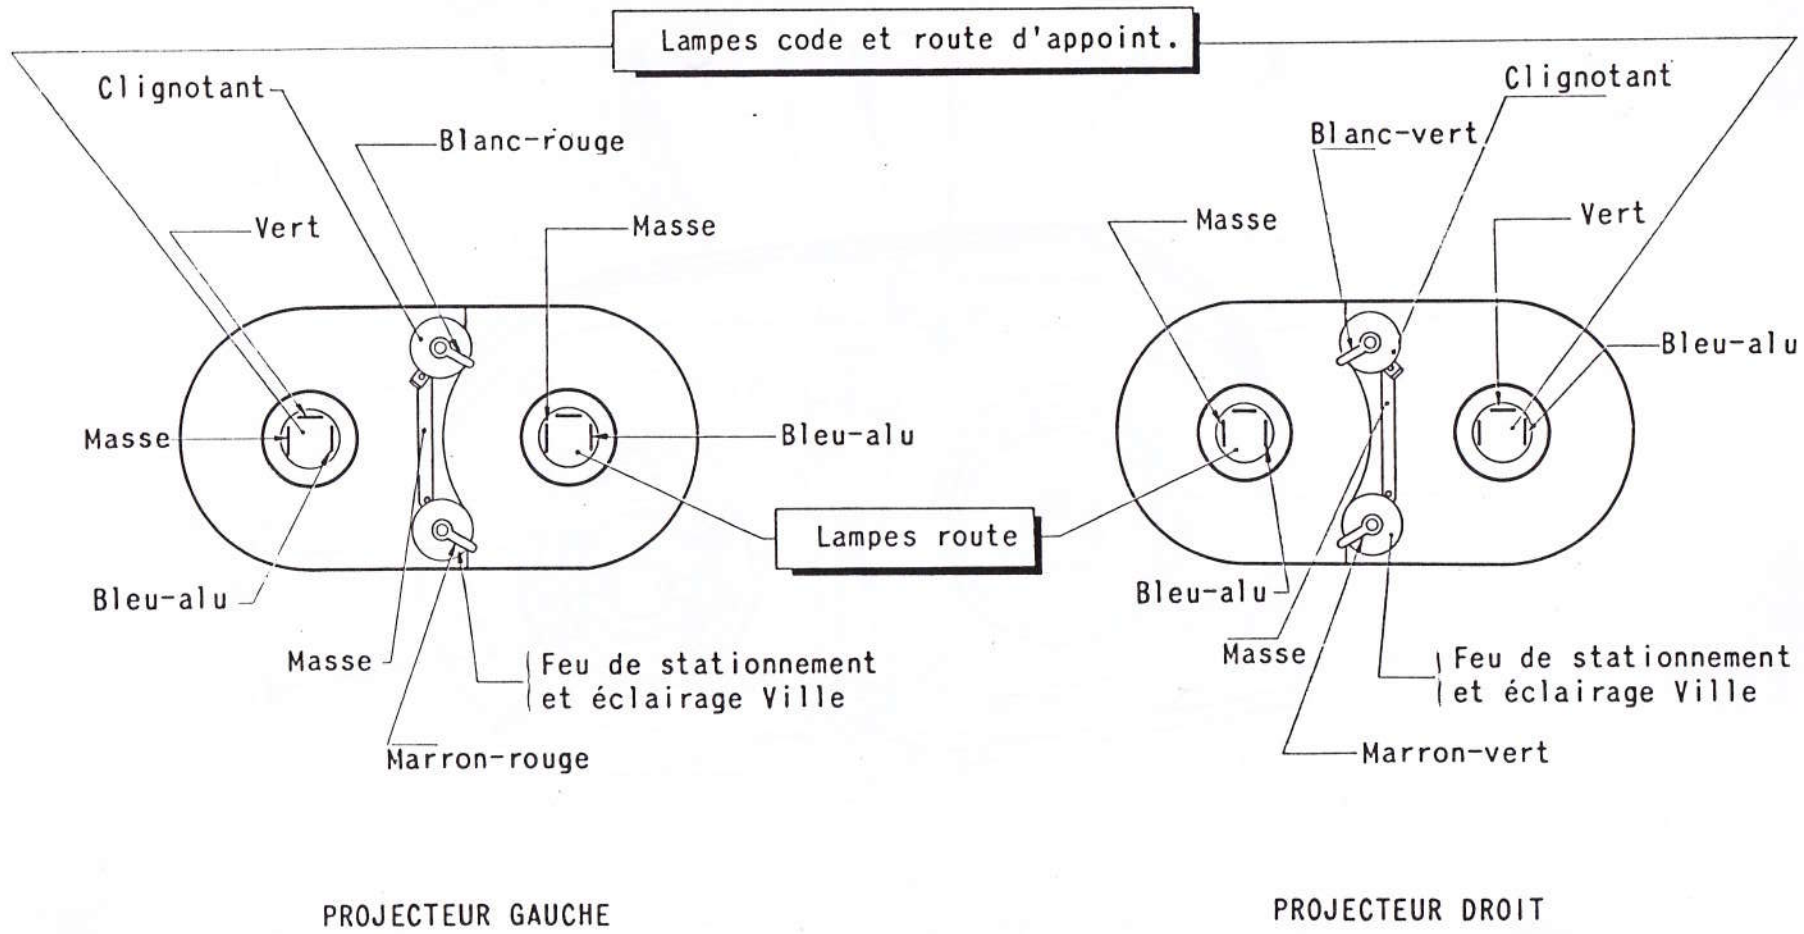

Fig. 23
- 5) Présenter le projecteur, glace dirigée vers le haut marque CIBIE côté extérieur de la voiture, le palier supérieur des barres de rappel placé dans la partie la plus profonde du projecteur et l'engager dans cette position. Poser les deux lampes « phare-code » (le téton face à l'encoche du bloc optique) rabattre les agrafes. Poser les deux bonnettes d'étanchéité. Poser les lampes de feux de position et d'indicateur de direction. Mettre en place les porte-lampe (lampe de 25 W en haut). (Fig. 23).
- 6) Accrocher le ressort (6) d'abord sur la patte du panneau latéral, approcher le projecteur puis accrocher le ressort sur la patte (7). Mettre en place le projecteur et le maintenir d'une main, appuyer dans son logement, de l'autre main, engager la manette (16) d'abord dans le trou de la patte (13), et ensuite en faisant levier, dans la patte (15). Une fois les ressorts accrochés, parfaire la mise en place du projecteur dans son logement.
- Nota** - Jusqu'au 18 Février 1964 les voitures ont été équipées d'un faisceau différent (sans connecteurs de phares). Se reporter à la fig. 23 pour le branchement des fiches.